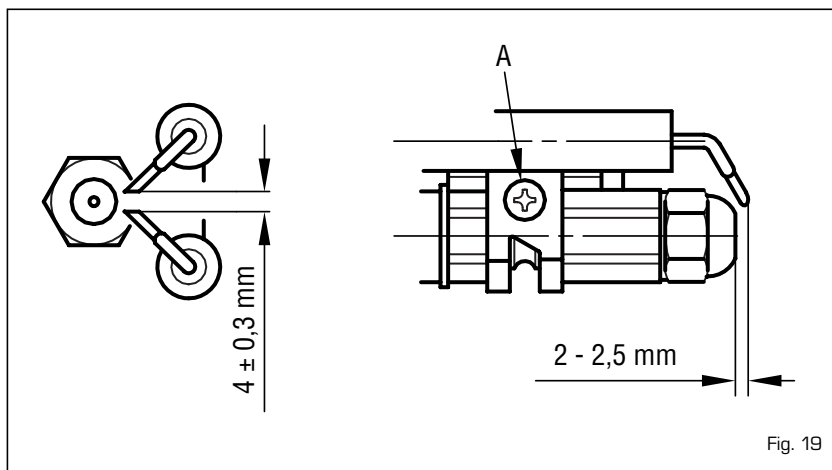

Fig. 19
##### 4.5.2 Pulizia testa di combustione (fig. 19)
(fig. 19):
- Allentare la vite di fissaggio (A fig. 19) del supporto elettrodi e sfilarlo.
### SPEGNIMENTO CALDAIA (fig. 19)
Per spegnere la caldaia è sufficiente premere il tasto dell'interruttore generale (fig. 19). Chiudere i rubinetti del combustibile e dell'acqua dell'impianto termico se il generatore rimarrà inutilizzato per un lungo periodo.